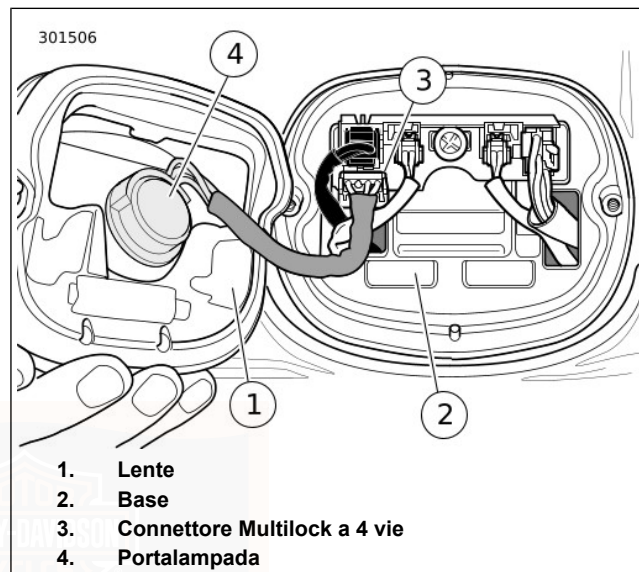

Figura 60. Gruppo della luce posteriore
1. Vedere Figura 60. Rimuovere dalla base le due viti e la lente.